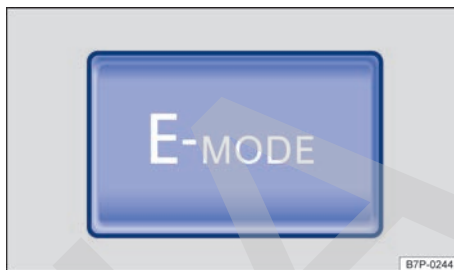

Fig. 137 En la parte inferior de la consola central: tecla para conducción en modo eléctrico ampliado.
El conductor puede ampliar los límites usuales de la conducción en modo eléctrico pulsando la tecla **(E-MODE)** → fig. 137 y circular siempre en este modo si el estado del sistema eléctrico lo permite. Se pasa entonces a la conducción en modo totalmente eléctrico.
- Se pulsa la tecla **E-MODE** por segunda vez → fig. 137.
Utilice moderadamente la tecla **E-MODE** → fig. 137. La descarga rápida de la batería del alto voltaje con la tecla **E-MODE** conectada puede aumentar el consumo de combustible, ya que en este caso se prioriza la conducción en modo eléctrico, incluso aunque la propulsión con el motor de combustión en marcha fuera más eficiente.